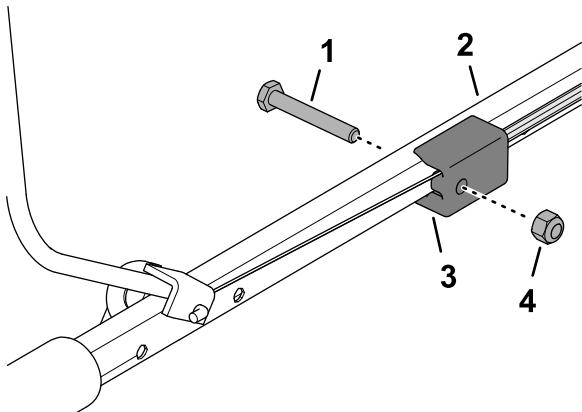

Bild 13
- Stecken Sie das Ende des Schaltbügels in den Holm, drücken Sie den Schaltbügel leicht zusammen und stecken Sie das Ende des Schaltbügels in den Holm (Bild 13).